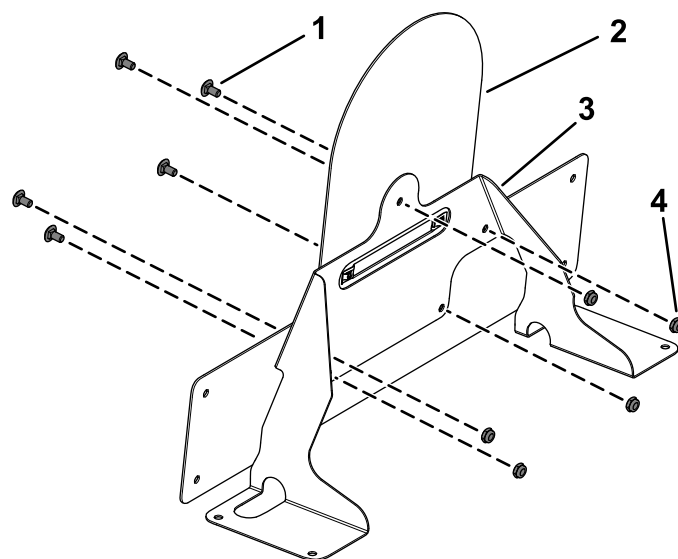

Figura 27
7. Fixai suportul plăcii de viteză pe suportul de marcator folosind 5 uruburi de fixare ($\frac{1}{4} \times \frac{1}{2}$ ") i 5 contrapiulie ($\frac{1}{4}$ ") aa cum se arată în Figura 27.